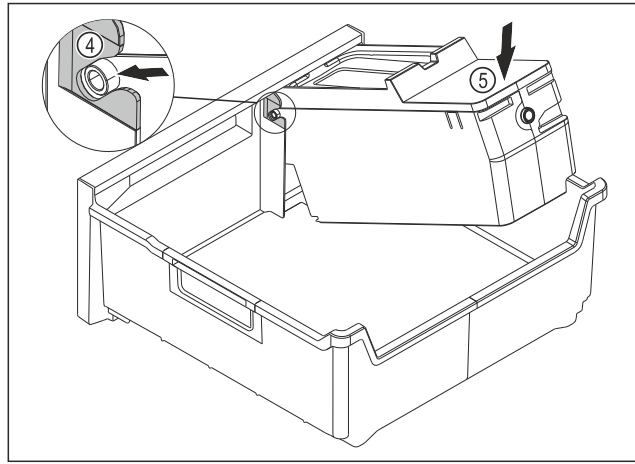

Fig. 116
- ▶ EasyTwist-Ice-rungon asennus: Työnnä EasyTwist-Ice-rungon akselit ohjaimiin Fig. 116 (4).
- ▶ Paina EasyTwist-Ice-runkoa Fig. 116 (5) takaa alaspäin.